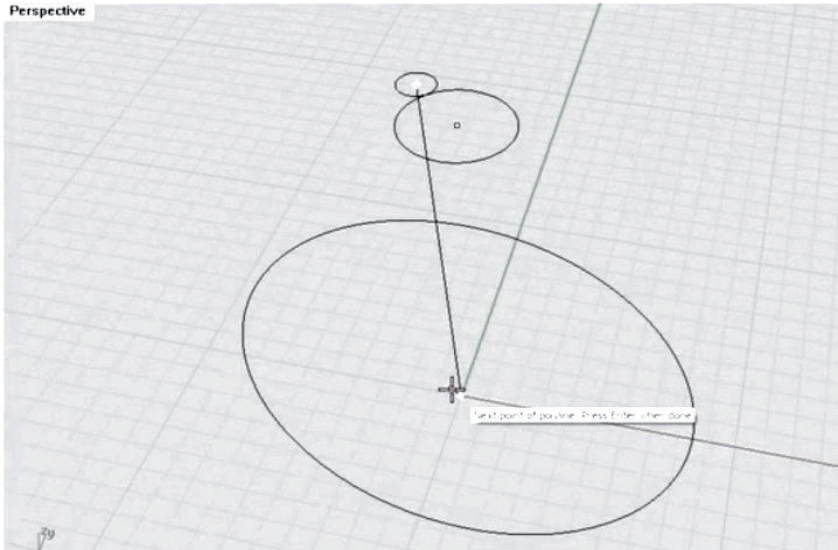

Рис. 101. Линия, соединяющая центры большой и самой малой окружности
10. В окне Perspective строим линию Line из точки в центре самой малой окружности в центр самой большой (рис. 101).